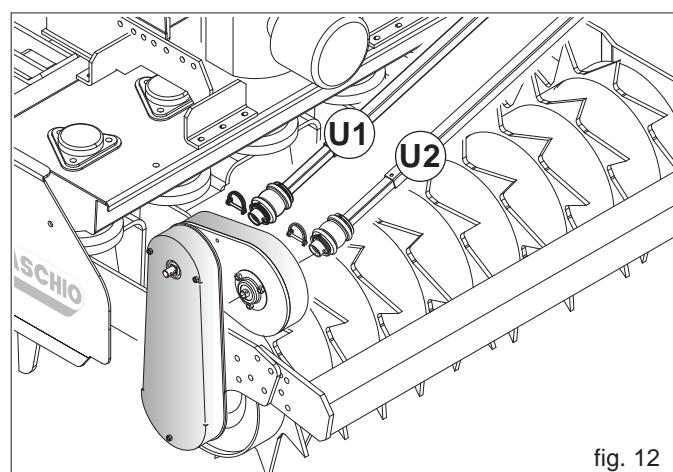

fig. 12
- 7) Collegare l'albero cardanico (Fig. 12) alla trasmissione del rullo posteriore dell'erpice rotante, bloccandolo con la spina di sicurezza in dotazione. Dalla tabella di semina ricavare la posizione corretta di collegamento (U1 - U2).
- 2) Sfilare l'albero cardanico della trasmissione (U1-U2, Fig. 12) e successivamente smontare la barra sparpagliatrice dall'erpice rotante.
La posizione di apertura dei rulli dosatori va fatta sempre a tramoggia e scatole di distribuzione vuote (Fig. 12).